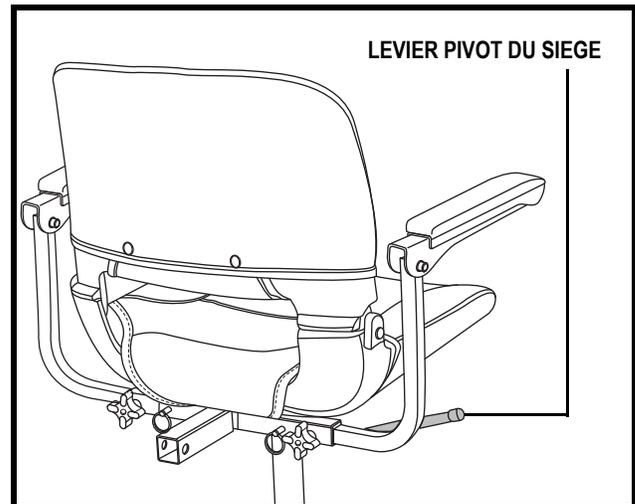

Figure 17. Réglage position du siège
1. Pesez sur le levier pour débloquer le siège. **Voir la figure 17.**
Votre scooter est équipé d'une glissière à siège de type automobile. Vous pouvez déplacer le siège vers l'avant ou vers l'arrière. **Voir la figure 17.**